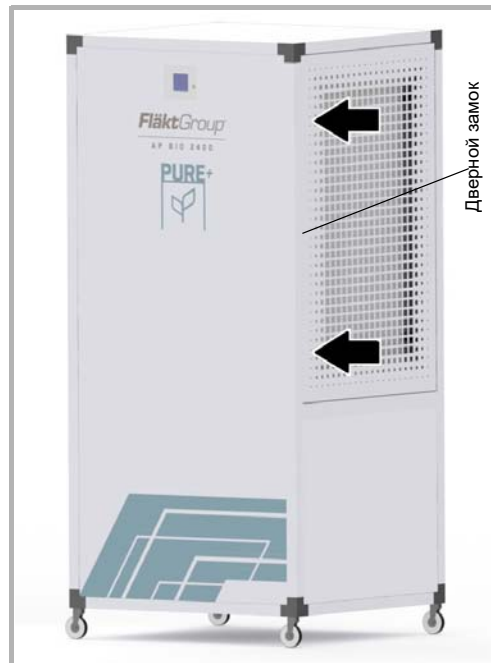

Рис. 9-3: Доступ к внутренним компонентам AP BIO 2400
- Открыть сервисную дверь, нажав обеими руками на точки фиксации, показанные на Рис. 9-3: